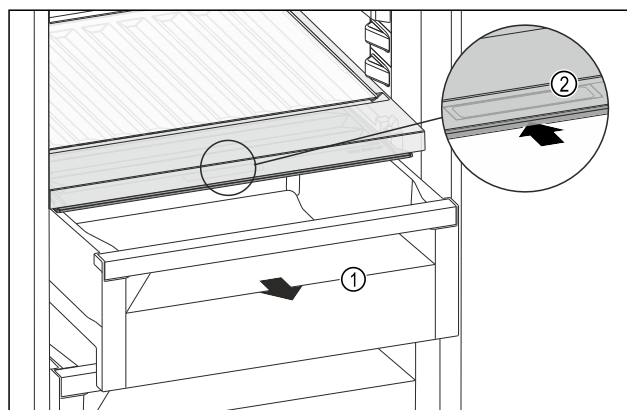

Fig. 222
- Tërhiqni jashtë sirtarin Fig. 222 (1).
- Kapni dorezën e futur Fig. 222 (2) në kapakun e ndarjes dhe në të njëjtën kohë shtyni për para kapakun e ndarjes.